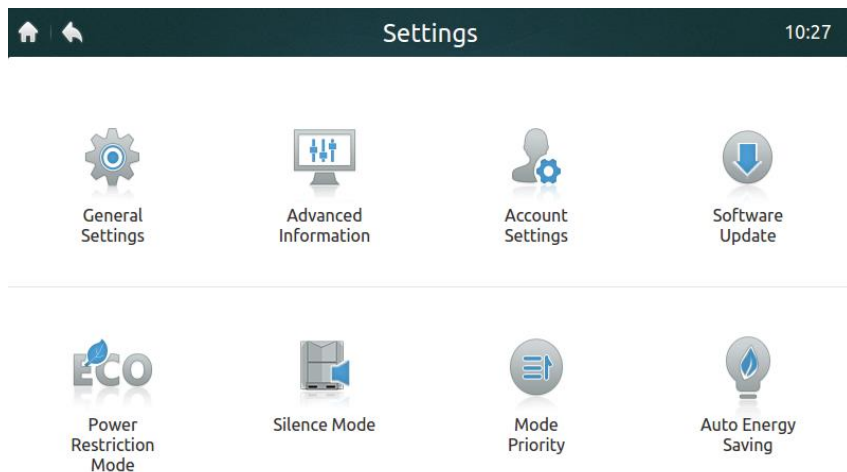
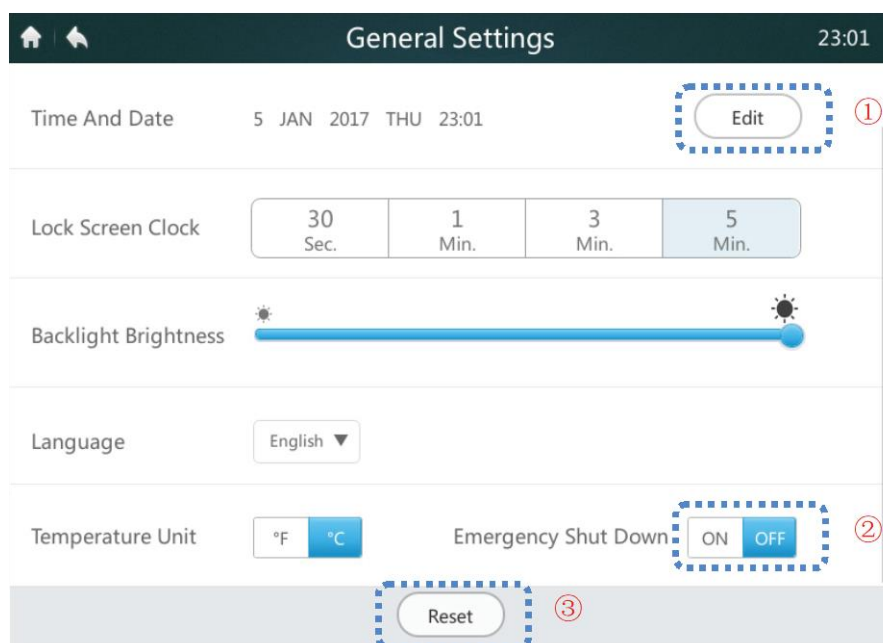
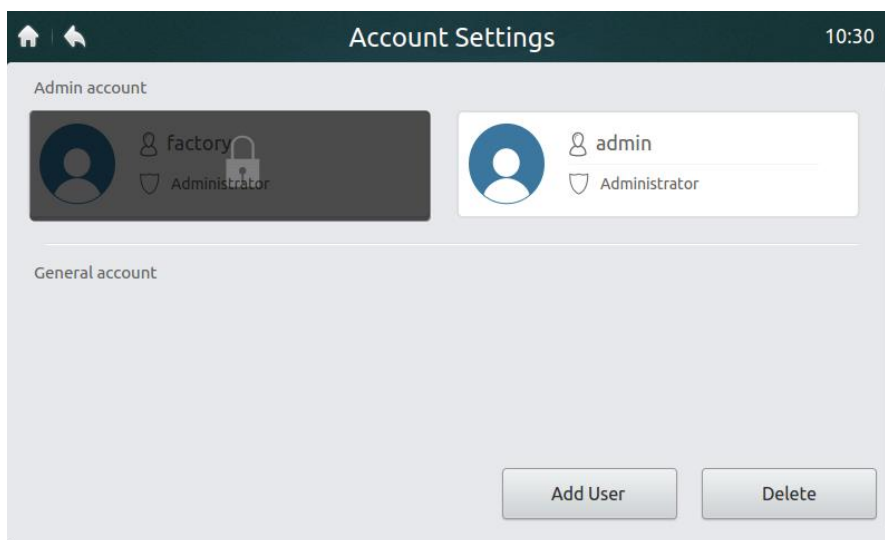

Figura 41: Home page di Settings (Impostazione)
Figura 42: Home page di General Settings (Impostazione generale)
Figura 47: Home page di Account Settings (Impostazione dell'account)
1. Toccare “General Settings” (Impostazione generale), come mostrato in figura 41, per accedere all'interfaccia mostrata nella figura 42.
2. Toccare il pulsante “Edit” (Editing) contrassegnato “1” nella figura 42 per accedere all'interfaccia sotto indicata.
Se si verifica una situazione straordinaria toccare il pulsante “2” nella figura 42 per attivare l'arresto di emergenza. Il controllo centralizzato invia un segnale di spegnimento a tutte le unità interne e disabilita il telecomando. Le unità interne possono essere riavviate solo quando questa funzione è disattivata.
La funzione di reset può essere eseguita solo da un tecnico d'installazione o un amministratore del sistema. Toccare il pulsante „Reset” contrassegnato „3” in figura 42 per cancellare le informazioni inserite dall'utente (compresi programmi, gruppi, account degli utenti comuni e messaggi) e ripristinare le impostazioni di fabbrica (compresi data, ora di blocco del display, retroilluminazione, lingua, temperatura e ora legale). Toccando il pulsante “Reset” viene visualizzata la domanda. Per confermare questa operazione, toccare il pulsante “Yes” (Sì) per riavviare il controllo centralizzato. Per annullare l'operazione di reset toccare il pulsante “No” (No).
2. Toccare il pulsante "Advanced Information" (Informazioni dettagliate) mostrato nella figura 41 per accedere all'interfaccia sotto indicata. È possibile scegliere di visualizzare i parametri delle unità esterne (Outdoor Units) o delle unità interne (Indoor Units). Per i dettagli cfr. le tabelle 12 e 13.
2. Toccare "Account Settings" (Impostazione dell'account), come mostrato in figura 41, per accedere all'interfaccia mostrata nella figura 47.